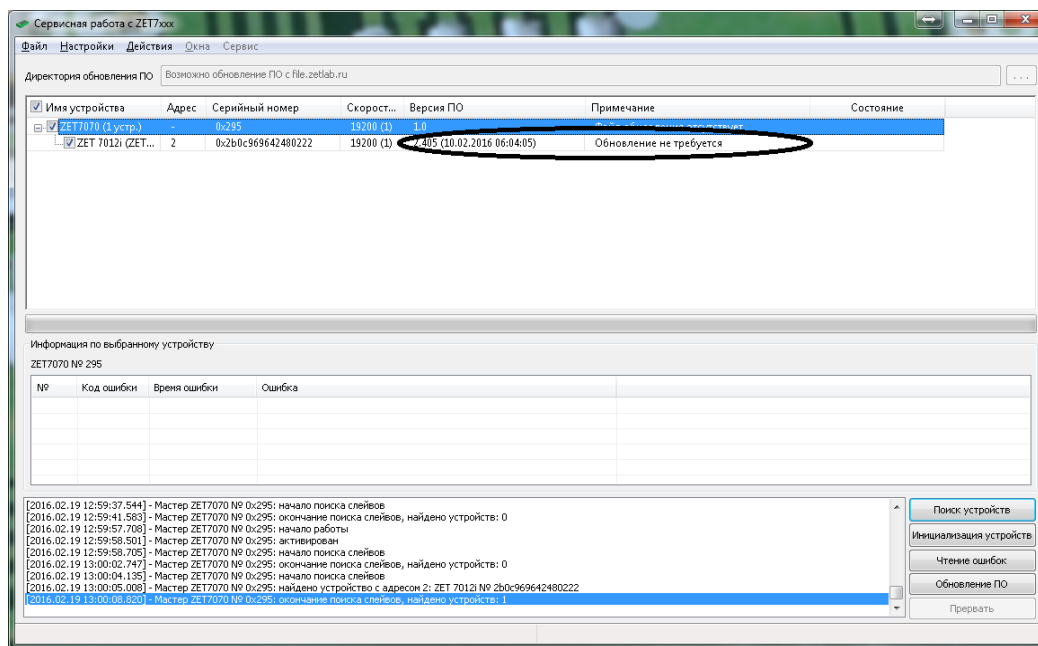

Рисунок 9.
6) После обновления следует убедиться, что на цифровой датчик установилась последняя версия ПО (см. Рисунок 9).